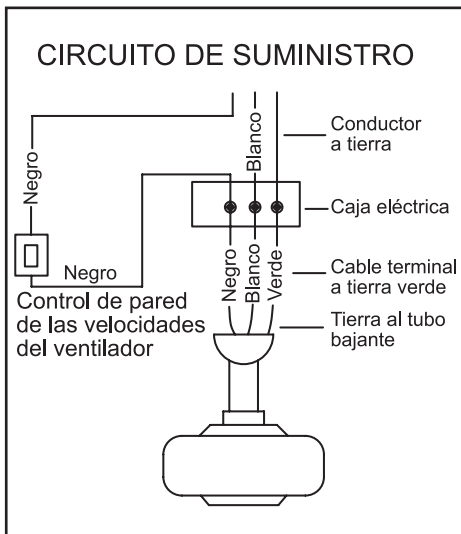

Figura 8
Paso 1 Conecta el cable de alimentación (negro) del ventilador al cable negro del control de pared, como se muestra en la Figura 8.